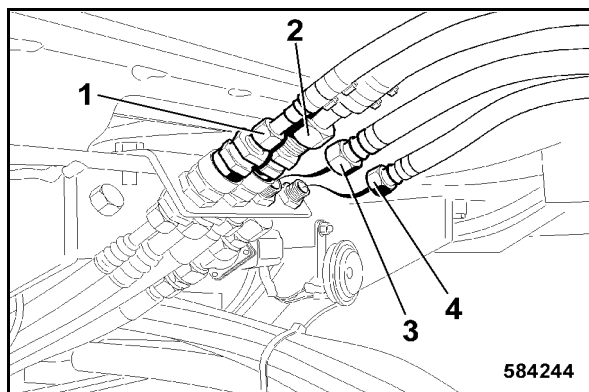

Fig. 226
- Etablir la liaison pour l'alimentation 1 (Fig. 226) et le retour (2) du climatiseur, au moyen des raccords rapides.
- Etablir la liaison pour l'alimentation (4) et le retour (3) du chauffage. (veiller aux repères des tuyaux).